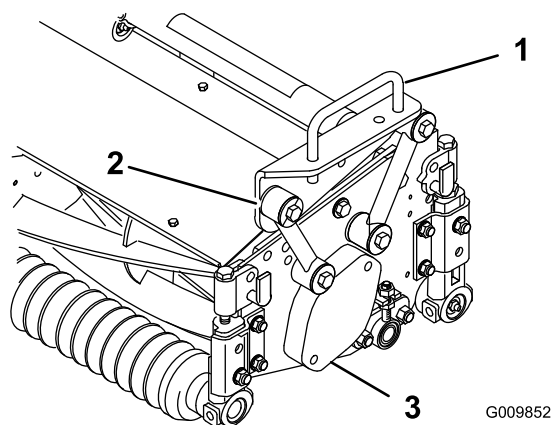
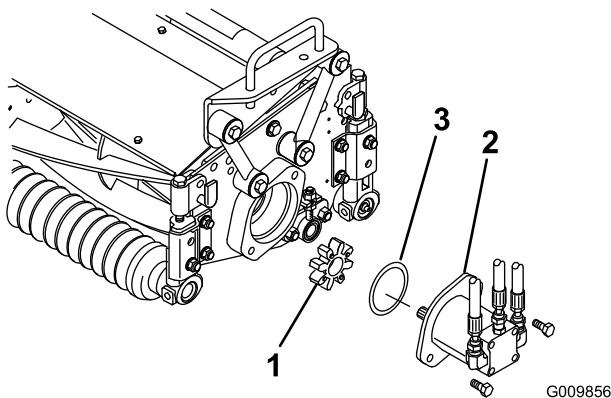

図 4
図 8
2. キャリア・フレームを、各カッティングユニットの取り付け穴に合わせる（図 4）。
3. ボルト (3/8 x 2-1/4 in) 、ワッシャ 2 枚、ロックナット 1 枚を使い、図 4 のように各取り付けリンクをキャリア・フレームに取り付ける。取り付ける時にリンクの各側にワッシャを入れる。42 N.m (4.2 kg.m) にトルク締める。
2. 右側カットイングユニットの内側端部からベアリング・ハウジングのカバー (図 4) を取る。そのカバーとガスケット (カットイングユニット付属部品) を外側に取り付ける。ベアリング・ハウジングについているスパイダ・カップリング (図 8) を探し出す。
3. 駆動モータのフランジにOリング（カッティングユニットの付属部品）を取り付ける（図 8）。
4. モータとスパイダ・カップリングをカッティングユニットの駆動側に取り付け、カッティングユニットに付いているボルト（2個）で固定する（図 8）。